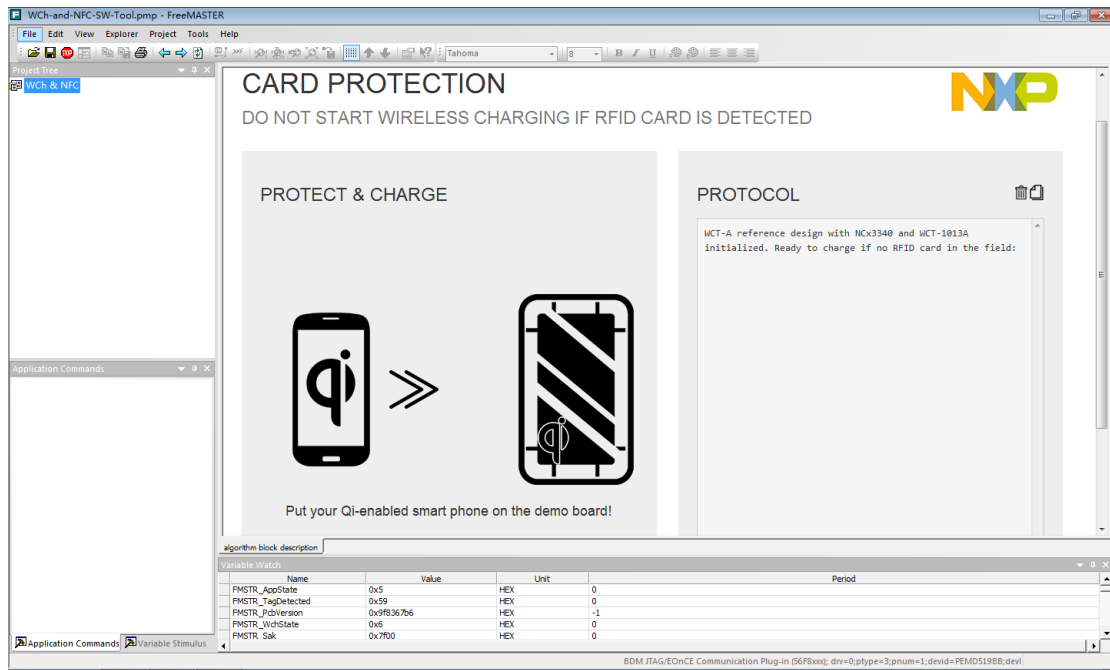
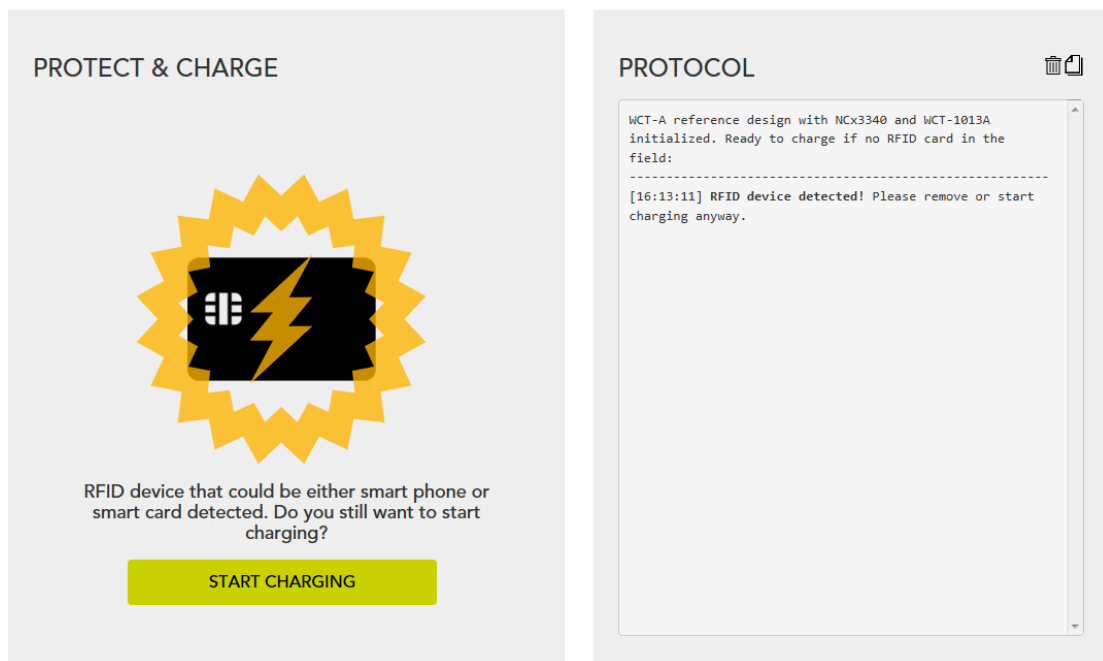
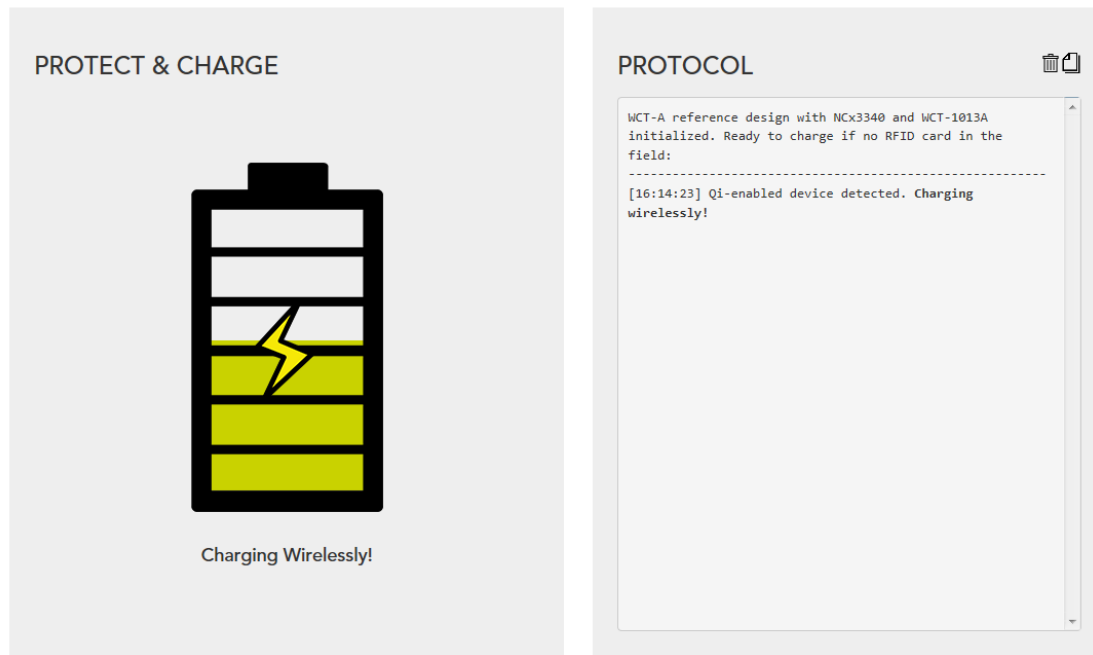

图 4.33 Card Protection 演示界面
图 4.34 检测到 NFC 并发出警报
图 4.35 充电状态图
**Card Protection:** 点击 Card Protection 演示，会进入标签保护界面如图 4.33 所示，提示将支持 Qi 协议无线充电的手机放到 Demo 板上，如果检测到有 NFC 标签存在 Demo 板将不会启动无线充电并且 GUI 发出一个警报（即开始充电可能会损坏 NFC 卡，如图 4.34 所示）。只有当用户点击 STAT CHARGING 按钮以后 Demo 板才会启动充电，当 Demo 板检测到 RX 时才会进入充电，当进入功率传输阶段以后 GUI 会显示一个充电图标如图 4.35 所示。